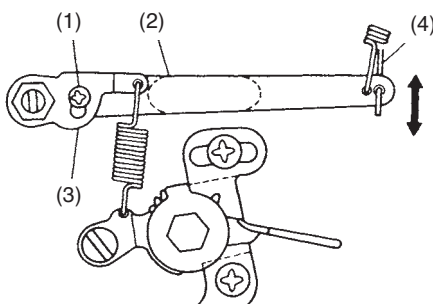

Рис. 12B
- 1) Сначала отключить двигатель, выкрутить винт А (1). Потянуть наружный рычаг регулятора (2) и нажать на пружинный рычаг регулятора (3), одновременно вновь затянуть винт А (Рис. 12B)